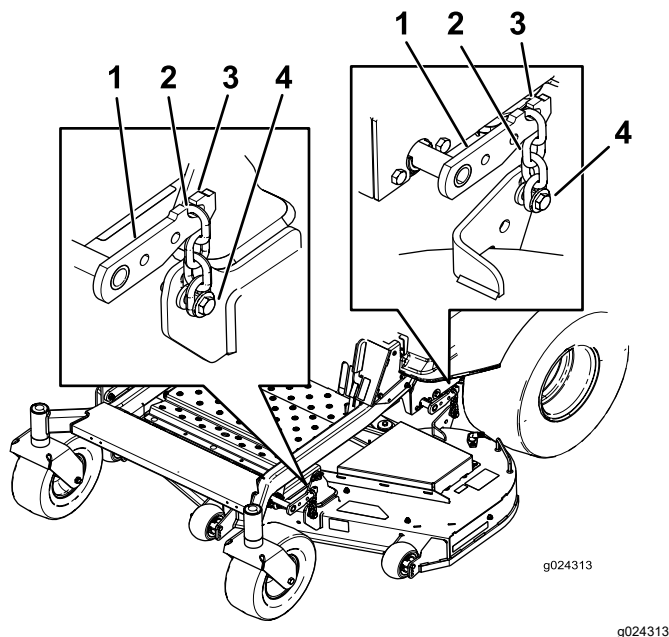

Рисунок 76
5. Ослабьте регулировочные болты на всех 4 углах деки так, чтобы дека надежно опиралась на все 4 подставки (Рисунок 76).
6. Убедитесь в наличии натяжения всех 4 цепей (Рисунок 76).
7. Затяните все 4 регулировочных болта (Рисунок 76).